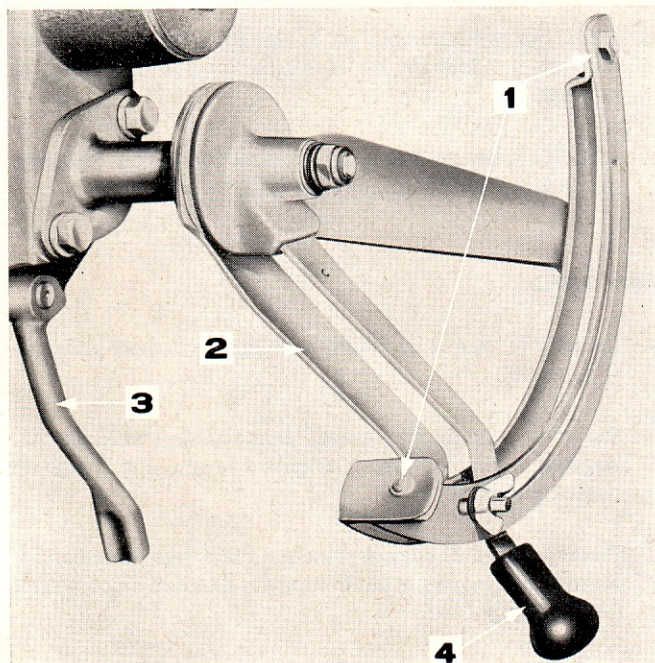

Figure 36: Pose du guide de levier de commande
9. Fixer par deux boulons le guide de levier de commande sur le secteur (Figure 36).